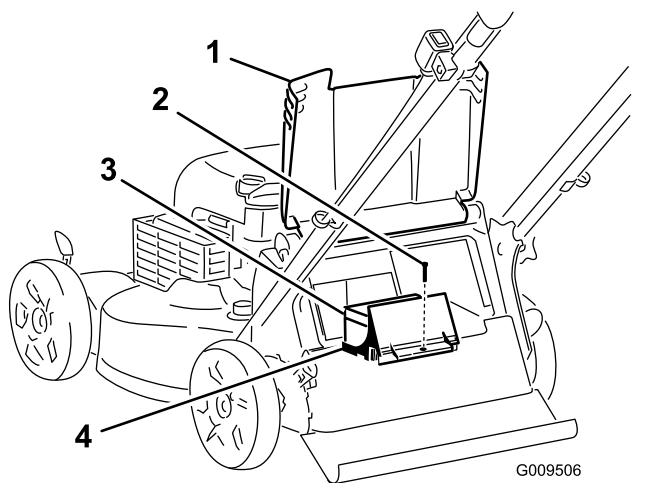

Figura 31
1. Eleve el deflector trasero y localice el compartimento de la batería (Figura 31).